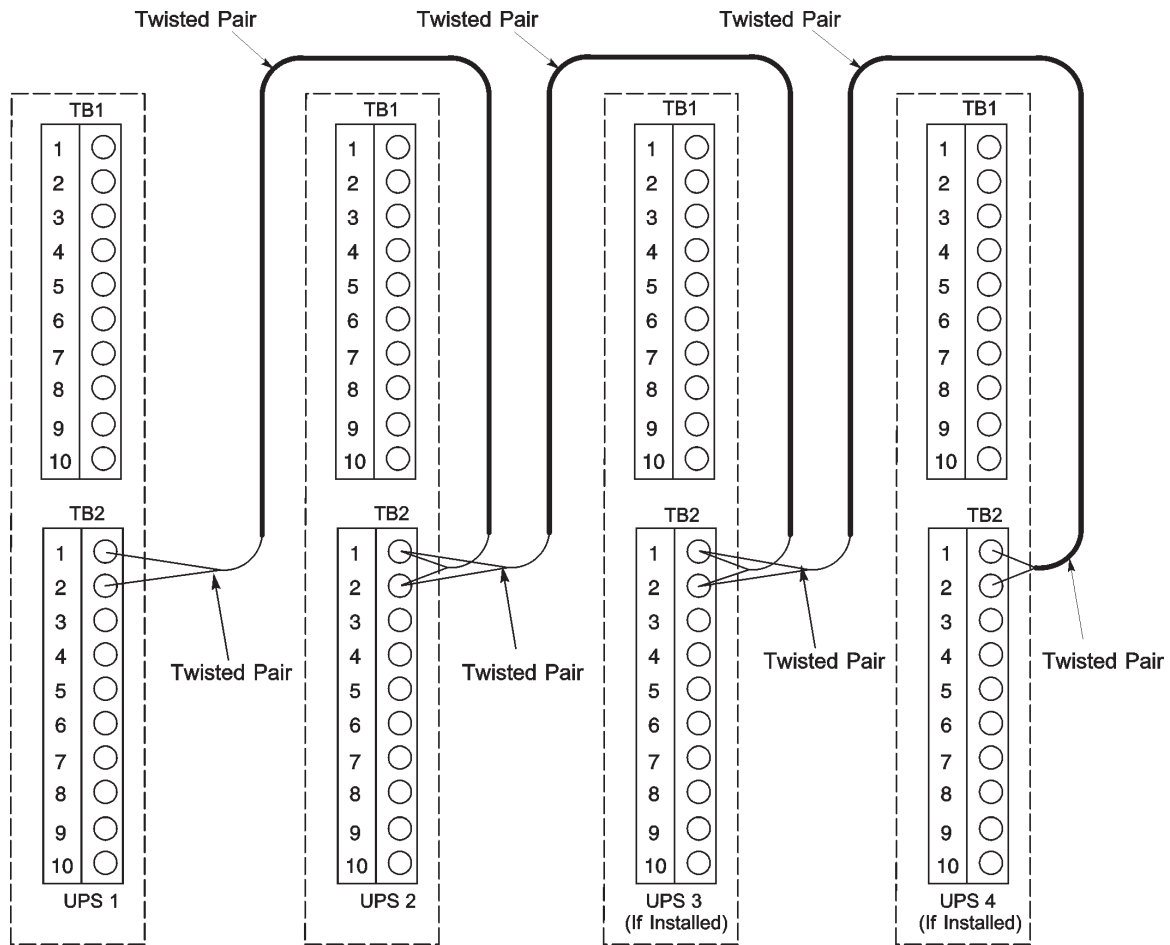

Рис. 5-5. Проводка Pull-Chain систем с распределенным байпасом без MOV
9. Проведите и установите проводку системы с распределенным байпасом между шкафами ИБП. Для получения информации о подключении проводки см. Рис. 5-5 и Табл. 5-3 на стр. 78.